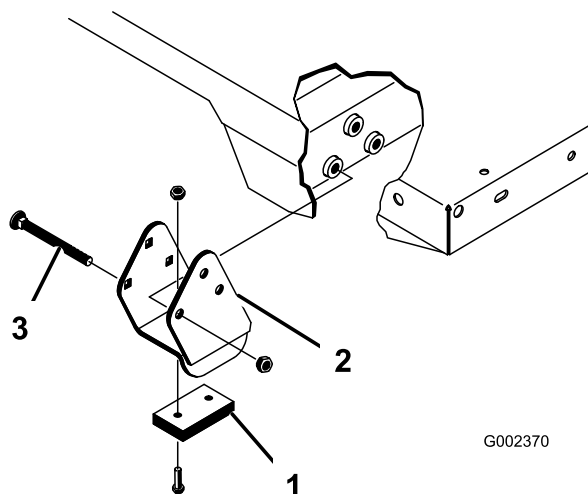

Figura 36
Nota: Assicuratevi che le staffe distanziali e i blocchi di usura (Figura 36) siano montati con le teste dei bulloni a testa tonda posizionate all'interno della macchina.
2. Impostate attentamente il pianale sul telaio della macchina, allineando i fori della piastra di articolazione del pianale posteriore con i fori nel canale del telaio posteriore e montate i 2 perni con testa e gli acciarini (Figura 36).
4. Inserite il perno con testa dall'esterno del pianale, con l'acciarino posto sull'esterno (Figura 36).